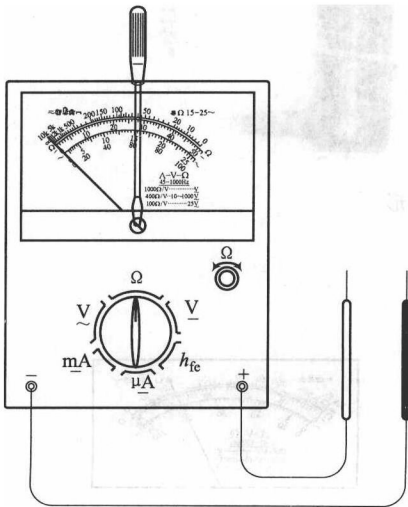
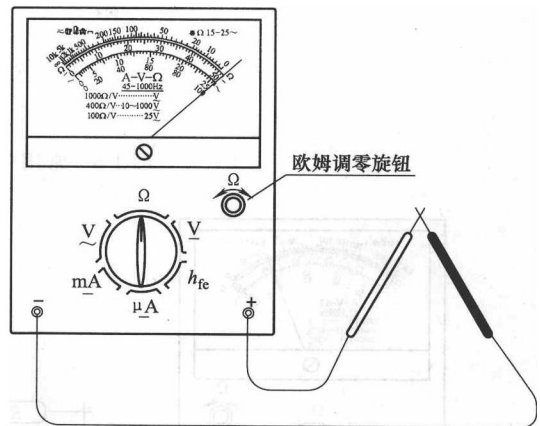

图 1-1 机械零位调整
图 1-2 欧姆零点的调整
① 在使用万用表之前，应先进行“机械调零”（见图 1-1），即在没有被测物体时，使万用表指针指在零电压或零电流的位置上。
② 在使用万用表过程中，不能用手去接触表笔的金属部分，这样一方面可以保证测量的准确，另一方面也可以保证人身安全。
③ 在测量某一电量时，不能在测量的同时换挡，尤其是在测量高电压或大电流时更应注意。否则，会使万用表毁坏。如需换挡，应先断开表笔，换挡后再去测量。
④ 万用表在使用时，必须水平放置，以免造成误差。同时，还要注意避免外界磁场对万用表的影响。
⑤ 万用表使用完毕，应将挡位调整旋钮置于交流电压的最大挡。如果长期不使用，还应将万用表内部的电池取出来，以免电池腐蚀表内其他器件。
① 将挡位调整旋钮置于 $\Omega \times 1$ 挡。
② 将红表笔接在“+”端子；黑表笔接在“-”端子。
③ 将表笔测量端短接（搭在一起），观察表针是否指在 Ω 刻度线的 0，如图 1-2 所示，如不指 0，应调整欧姆调零旋钮，使之指 0。
- ① 表针机械零位应准确。
- ② 若已知电阻值的大体数值，根据 Ω 刻度线的刻度，选用能使指针指在刻度线中间段的一挡。
- ③ 按图 1-2 所示方法调整欧姆零点。
- ④ 表笔不分“+”、“-”，可各接电阻的一端（若电阻引线有锈蚀，应预先清除）。
- ⑤ 待表针稳定后读数。
- ⑥ 对不知阻值的电阻，可先选用中等倍率挡（如 $\Omega \times 100$ ）试测，若表针指向刻度线两端，应换挡测量。总之，尽可能使指针指在刻度线中间一段。但要注意，每换一次挡位，应重新调一次欧姆零。